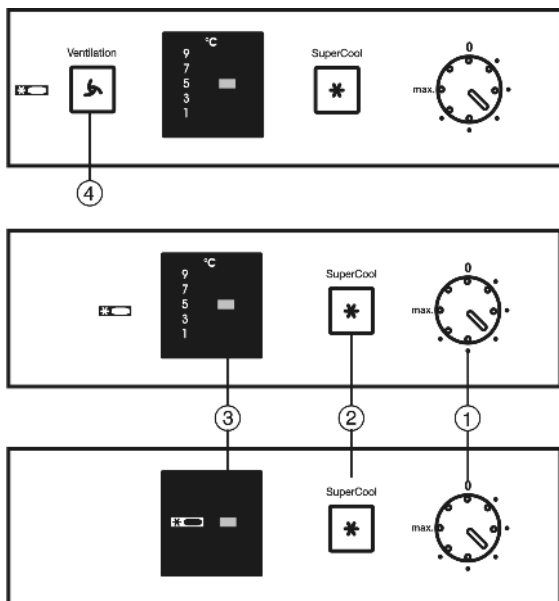

Fig. 2
- ▶ Temperatuurregelaar *Fig. 2 (1)* met een munt naar rechts draaien.
- ▶ Temperatuurregelaar *Fig. 2 (1)* met een munt draaien tot op de display de gewenste temperatuur wordt aangegeven.*
- ▶ Temperatuurregelaar *Fig. 2 (1)* met een munt draaien.*